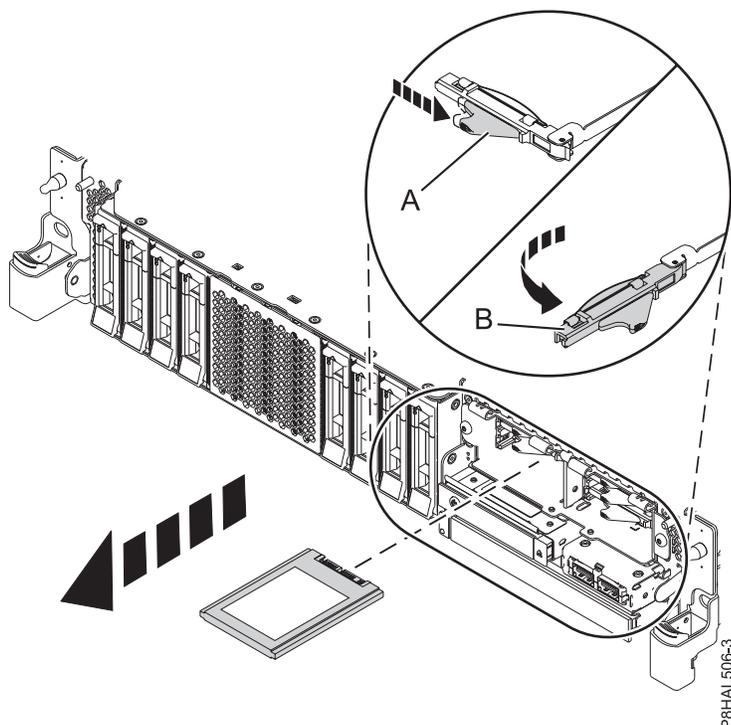

図 65. 拡張機能 システムからの SSD の取り外し
14. 識別 LED が点灯したら、ハンドル・ラッチ (A) を、示されている方向に押し、ドライブ・ベイ・ハンドル (B) を手前に引いて、ドライブ・ハンドル (B) をアンロックします。図 65 ハンドルが完全に引き出されていないと、ソリッド・ステート・ドライブをスライドさせてシステムから引き出すことができません。